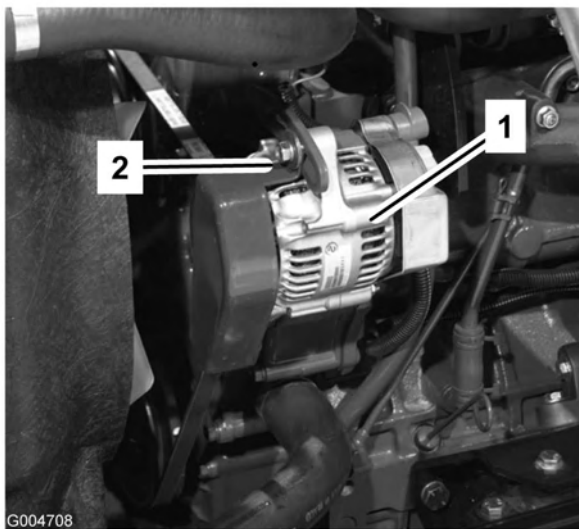

Figura 63
Compruebe la condición y la tensión de las correas (Figura 63) cada 100 horas de operación.
2. Si la desviación no es de 10 mm, afloje los pernos de montaje del alternador (Figura 63). Aumente o reduzca la tensión de la correa del alternador y apriete los pernos. Verifique de nuevo la desviación de la correa para asegurarse de que la tensión es la correcta.